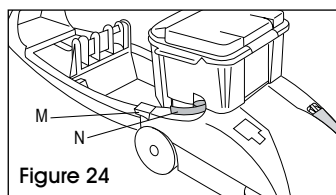

Figure 24
1. Appuyez sur la pédale de dégagement de la poignée (M) et abaissez la poignée jusqu'à ce qu'elle repose sur le sol. Faites tourner les loquets du réservoir de récupération (N) vers l'extérieur (un de chaque côté du réservoir). Extrayez le réservoir de l'aspirateur et portez-le à un évier ou un emplacement de vidange. (Voir Figure 24)